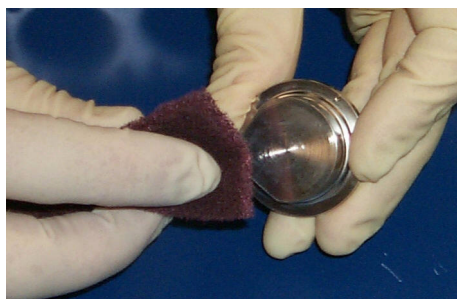

图 4-21 受污染的接地磁极部件
3. 使用 Scotch-Brite 垫将磁极部件的受污染区域擦拭干净（图 4-21）。